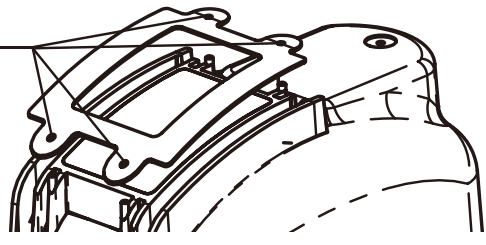

Figure 5
⑦ Le filtre est attaché et le joint du filtre est attaché. Lorsque le joint du filtre se détache, assurez-vous que les quatre fixations du joint sont fixées dans les trous sur le boîtier supérieur, puis mettre le couvercle du filtre. (Figure 5)